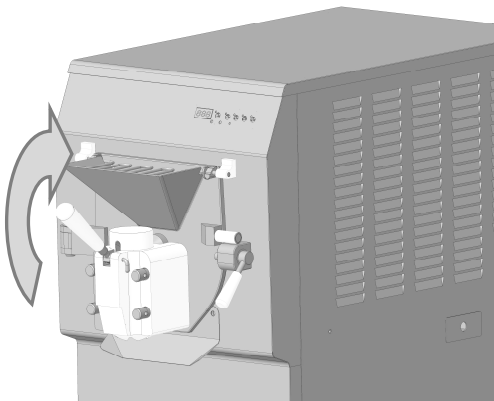

Fig.1
- Verificare che il pistone di erogazione del portello sia correttamente assemblato e in posizione di chiusura (Fig.1).